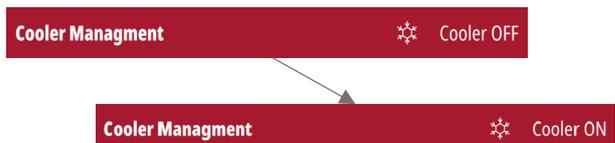

Figura 10
- Active el refrigerador desde el menú de fuente de alimentación (Figura 10)